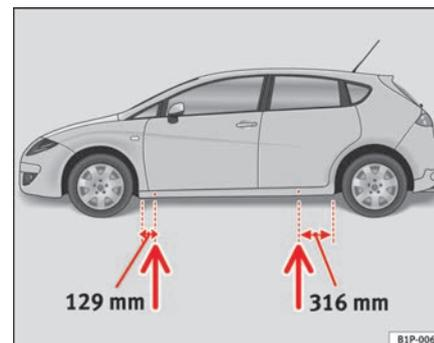

Abb. 156 Aufnahmepunkte für den Wagenheber
- Suchen Sie den Aufnahmepunkt am Unterholm, der dem zu wechselnden Rad am nächsten liegt ⇒ Seite 239, Abb. 156.
Am Unterholm kennzeichnen jeweils vorn und hinten Eindrückungen die Stellen, an denen der Wagenheber angesetzt werden darf ⇒ Seite 239, Abb. 156. An jedem Rad ist eine Stelle für den Wagenheber vorgesehen. An anderen Stellen darf der Wagenheber nicht angesetzt werden.